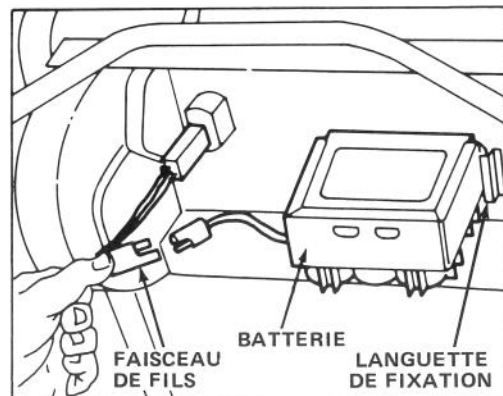

Figure 22
1. Arrêtez le moteur et débranchez le harnais de câble de la borne de la batterie (Fig. 22).